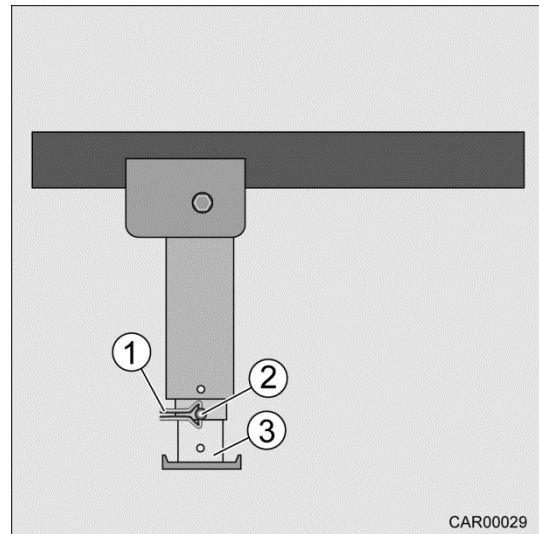

Fig. 46 Béquille arrière à manivelle
3. Enlever la pince de sécurité (Fig. 46/1) de l'axe (Fig. 46/2).
4. Tirer l'axe (Fig. 46/2) hors du prolongement du pied d'appui (Fig. 46/3).
5. Sortir le prolongement du pied d'appui (Fig. 46/3) sur la longueur souhaitée.
6. Enficher l'axe (Fig. 46/2) dans le prolongement du pied d'appui (Fig. 46/3) et le bloquer avec la pince de sécurité (Fig. 46/1).
2. Enlever la pince de sécurité (Fig. 46/1) de l'axe (Fig. 46/2).
3. Tirer l'axe (Fig. 46/2) hors du prolongement du pied d'appui (Fig. 46/3).
4. Glisser le prolongement du pied d'appui (Fig. 46/3) complètement à l'intérieur et enficher l'axe (Fig. 46/2) dans l'alésage.
5. Bloquer l'axe (Fig. 46/2) avec la pince de sécurité (Fig. 46/1).